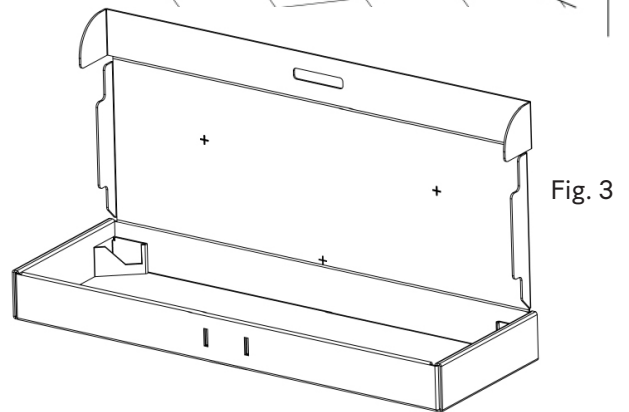

Fig. 3
- Velg posisjonen på veggen iht. målene som er angitt i Figur 1. Åpne esken, og legg den mot veggen (Fig. 3). Lag deretter merker på veggen gjennom hullene i esken.